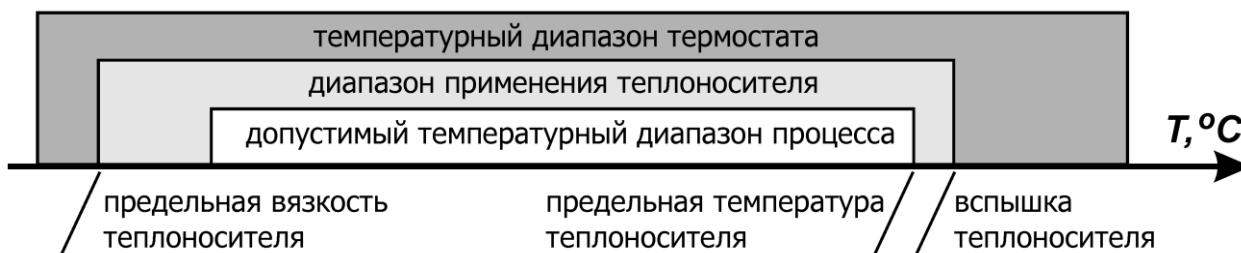

Рисунок 8 — Определение предельной температуры теплоносителя
**!** Приведенные ниже величины температурных диапазонов ограничиваются температурным диапазоном термостата, в составе которого используется блок регулирования (рисунок 8). Рекомендуемые теплоносители приведены в разделе «Технические характеристики» руководства по эксплуатации термостата.